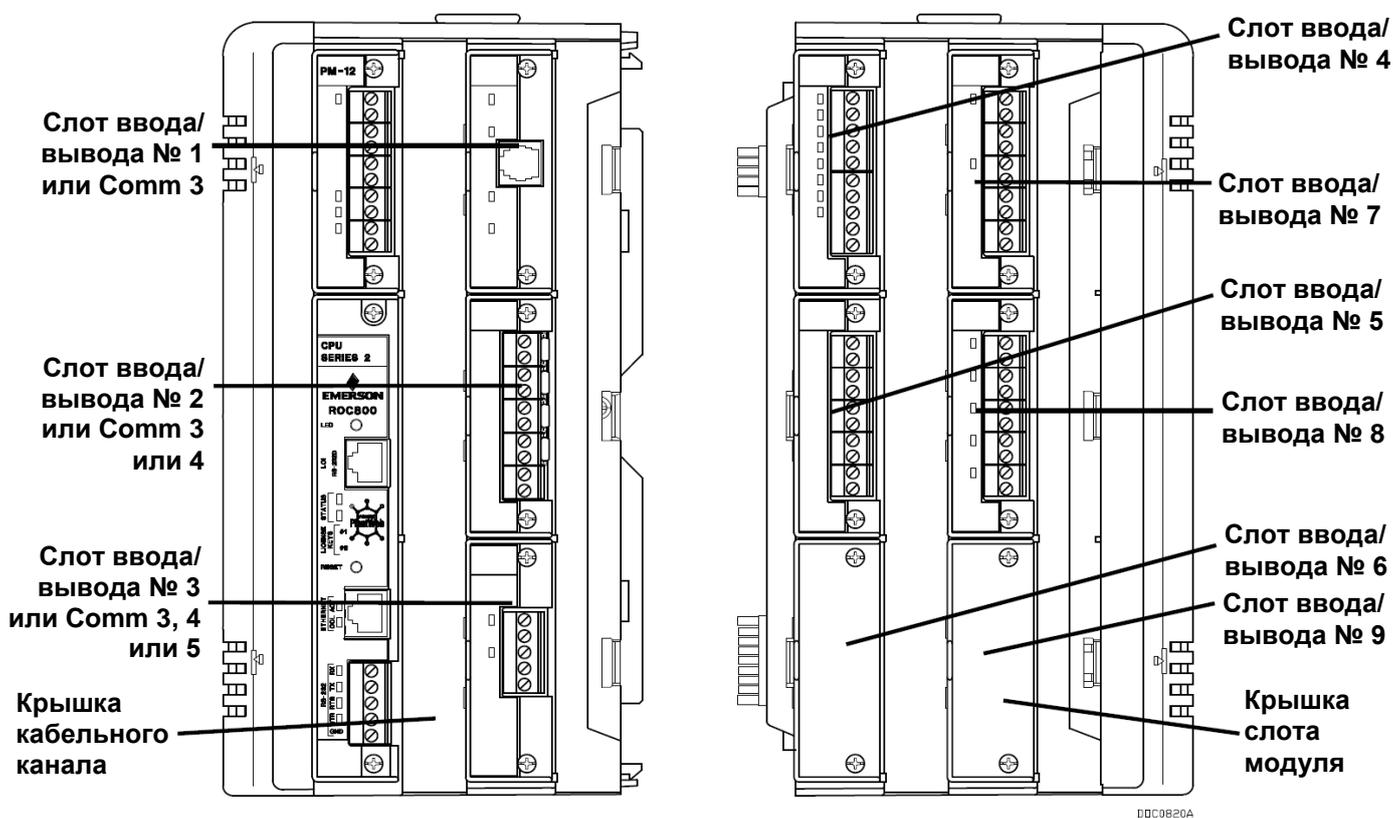

Рис. 4-2. Позиции для дополнительных модулей ввода/вывода (контроллер ROC827 с одной панелью EXP)
**Примечание:** На *рис. 4-2* показан контроллер ROC827 с одной панелью EXP.
ROC800 имеет крышки кабельных каналов (см. *рис. 4-2*), которые устанавливаются на кабельные каналы по завершении электромонтажа клеммных колодок модулей.
Перед тем, как вставлять модуль ввода/вывода или коммуникационный модуль, снимите крышки модулей (см. *рис. 4-2*) с пустых слотов, в которые предполагается установить модули. Несмотря на то, что нет необходимости выключать питание ROC800 при выполнении этой процедуры, работа с ROC800 под напряжением всегда требует осторожности.